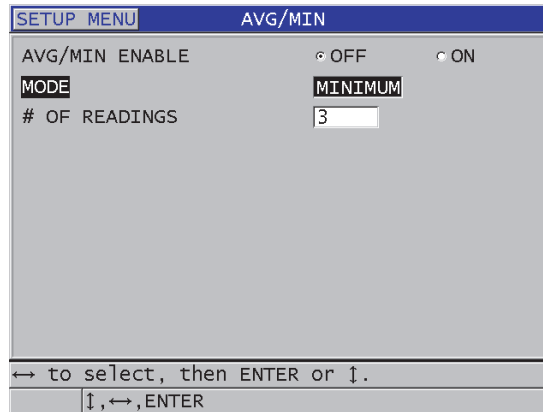

Figura 10-16 Pantalla de medición PROMEDIO/MÍN (AVG/MIN)
3. En la pantalla **PROMEDIO/MÍN** (AVG/MIN) [ver Figura 10-16 en la página 186]:
- a) Determine el parámetro **HABILITAR PROMEDIO/MÍN** (AVG/MIN ENABLE) a **ACTIVADO** (ON) para activar la función de medición de promedio/ mínima.